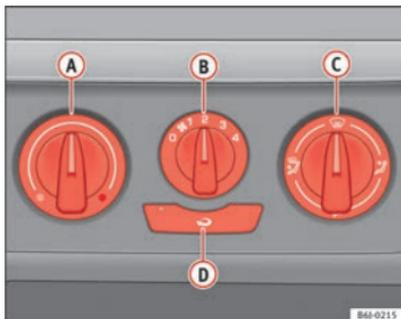

Abb. 103 In der Instrumententafel: Bedienelemente der Heizung
- Drehen Sie den Temperaturregler ⇒ Abb. 103 **A** nach links.
- Drehen Sie den Temperaturregler ⇒ Abb. 103 **A** nach rechts, bis die gewünschte Heizleistung erreicht ist.
- Drehen Sie den Temperaturregler ⇒ Abb. 103 **A** ganz nach rechts auf die höchste Heizleistung.
- Drehen Sie den Temperaturregler ⇒ Abb. 103 **A** in den Heizbereich.